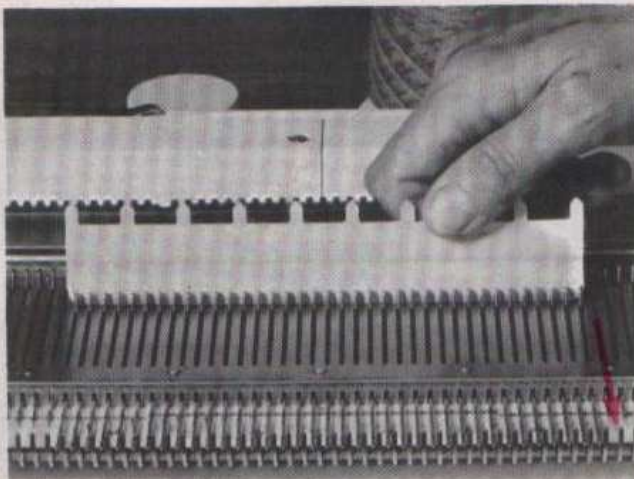

Fig. 44
- Avec la règle plate, positionner par exemple, 40 aiguilles en B (20 de chaque côté du milieu 0 de la fonture, fig 44).